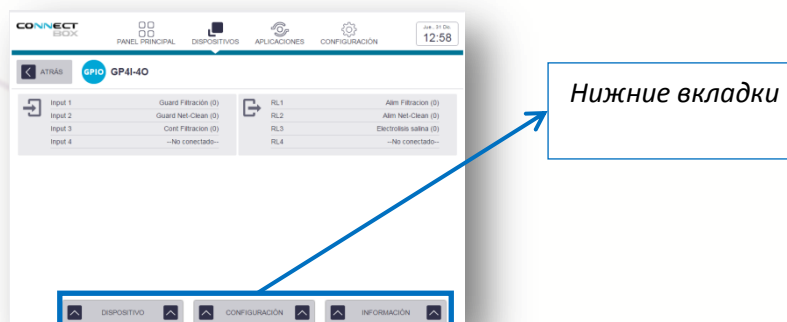

Рис. 19: экран GPIO
8. Параметры на экране устройства можно изменить, нажав на нижние вкладки, см. рис.Рис. 19: экран GPIO.